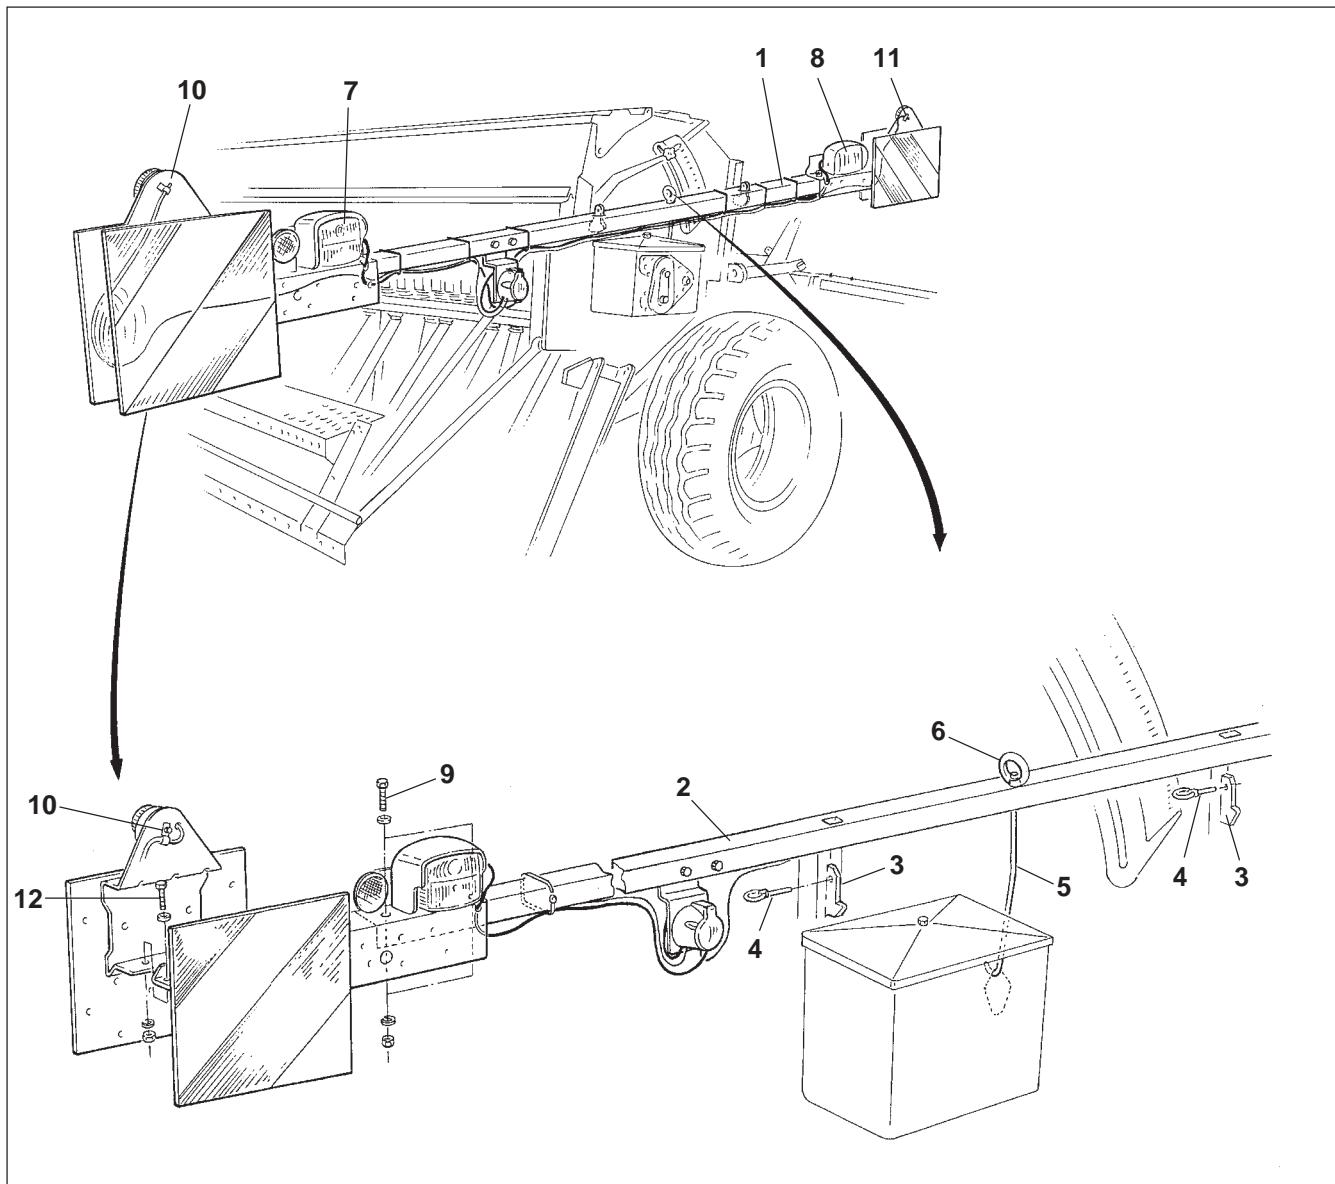

Рис. 19.15
Для транспортировки по общественным дорогам на сеялке должна быть транспортная крепежная планка (Рис. 19.15/1). Транспортная крепежная планка также и во время работы остается на поле на сеялке.
- Четырехугольная труба (Рис. 19.15/2) вставляется в два крепления (Рис. 19.15/3) и фиксируется откидными шплинтами (Рис. 19.15/4).
- Крепежная штанга (Рис. 19.15/5) навешивается на боковой части сеялки, а четырехугольная труба (Рис. 19.15/2) прикручивается при помощи рым-гайки (Рис. 19.15/6) к крепежной штанге (Рис. 19.15/5).
- Установить осветительные элементы "левый" (Рис. 19.15/7) и "правый" (Рис. 19.15/8) с освещением назад, а к четырехугольной трубе (Рис. 19.15/2) прикрутить предупреждающие таблички с красно-белыми полосами при помощи двух шестигранных винтов (Рис. 19.15/9).
- Установить осветительные элементы "левый" (Рис. 19.15/10) и "правый" (Рис. 19.15/11) с освещением вперед, а к четырехугольной трубе (Рис. 19.15/2) прикрутить предупреждающие таблички с красно-белыми полосами при помощи двух шестигранных винтов (Рис. 19.15/12).